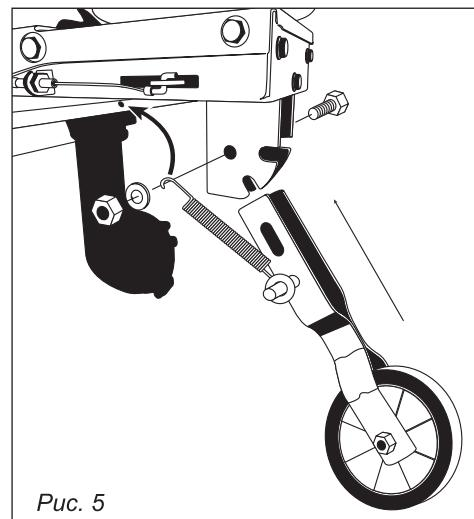

Рис. 5
5. Установите рукоятки на опору руля и зафиксируйте с помощью болтов, рис. 5.
6. Установите переднее опорное колесо, зафиксируйте с помощью болта, установите пружину в отверстие, рис. 5.